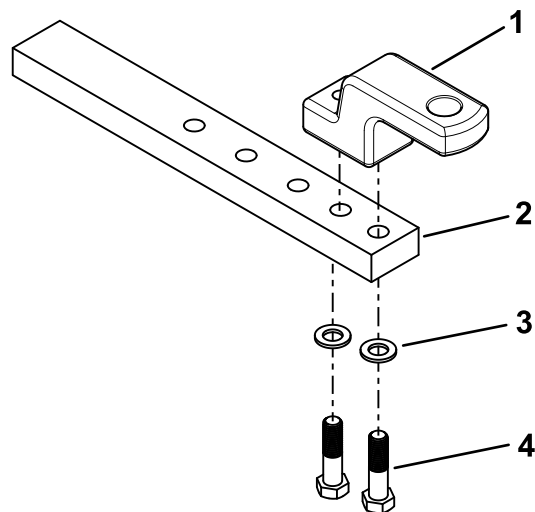

図 6
1. M18 ねじ 2 本とワッシャ 2 枚でハンマーストラップを牽引バーに取り付ける 図 6。